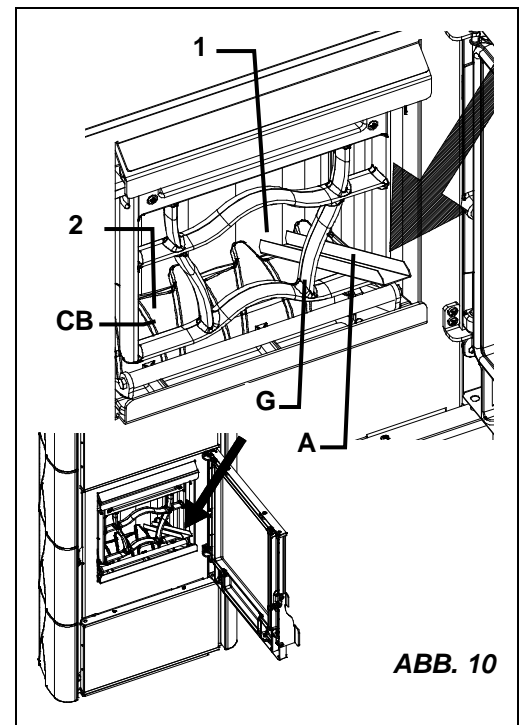

ABB. 10
WICHTIG: für ein korrektes und einheitliches Anfeuern werden zwei Feueranzünder benötigt (ABB. 10 Pos.1 Pos.2).
- Die zur Ausstattung gehörende Rutsche (ABB. 10 Pos.A) auf den Gitterrost und den hinteren Rand der Brennerabdeckung legen (Pos.1 Pos.2);